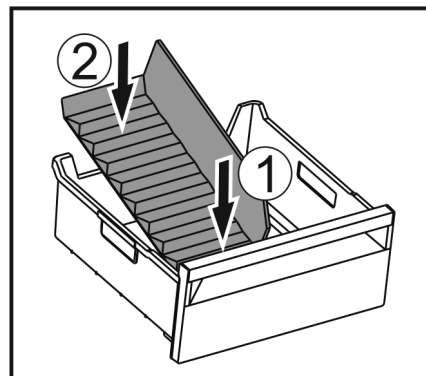

Fig. 121
- Inserire la parte anteriore del divisore dello scomparto del ghiaccio. Fig. 121 (1)
- Abbassare la parte posteriore del divisore dello scomparto del ghiaccio fino al fondo del cassetto. Fig. 121 (2)